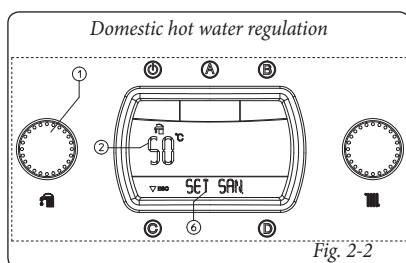

Fig. 2-2
- Summer (1):** in this functioning mode the boiler only functions to heat the domestic water, the temperature is set using a selector switch (1) and the relative temperature is shown on the display (24) by means of the indicator (2) and "SET DOM" appears (Fig. 2-2). By turning the selector switch (1) in a clockwise direction the temperature increases and in a clockwise direction it decreases.
- Лято (1):** при този режим, топлогенераторът работи само за загряване на топла санитарна вода, температурата се задава от ключ (1) и съответната температура се извежда на екрана (24) чрез индикатор (2) и се появява надписа "SET SAN" (Fig. 2-2). Завъртайки ключа (1) в посока на часовниковата стрелка температурата се повишава, а при завъртане в посока обратна на часовниковата стрелка се намалява.